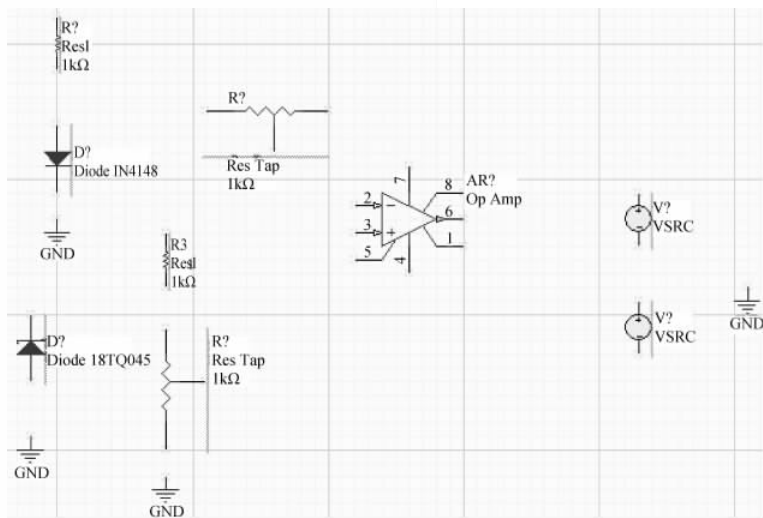

图 3-72 放置元器件和信号源
(1) 从 Miscellaneous Devices, IntLib 库中分别找到名字为 Res1 的电阻元器件、名字为 Res Tap 的可变电阻、名字为 Diode 1N4148 的二极管、名字为 Diode 18TQ045 的二极管、名字为 Op Amp 的运算放大器(必须选择 Model Type 为 Simulation 的元器件),并将其按照图 3-72 所示的位置进行放置。
(2) 从 Simulation Sources, IntLib 库中找到名字为 VSRC 的元器件,并按照图 3-72 所示的位置进行放置。
(3) 单击 AD 主界面下工具栏内的  按钮,将 GND 按照图 3-72 所示的位置进行放置。